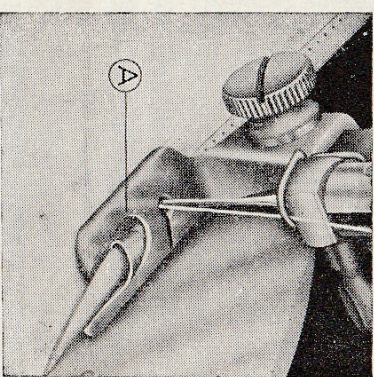

Fig. 13
- Gebruik de brede zomer (A, fig. 13) waarmee men een zoom van ongeveer vier millimeter verkrijgt.